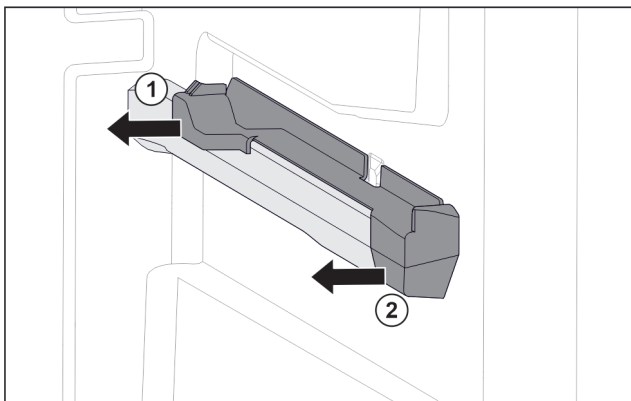

Fig. 41 Insteekelement op rechter containerrib
- ▶ Insteekelement achter naar de zijkant toe eraf trekken. Fig. 41 (1)
- ▶ Insteekelement voor naar de zijkant toe eraf trekken. Fig. 41 (2)